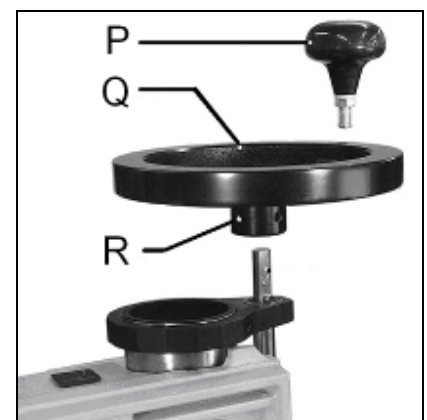

Fig 9
Montieren Sie die Höhenkurbel (Q, Fig 9) mit zwei Gewindestiften (R). Ein 4mm Innensechskantschlüssel ist mitgeliefert.